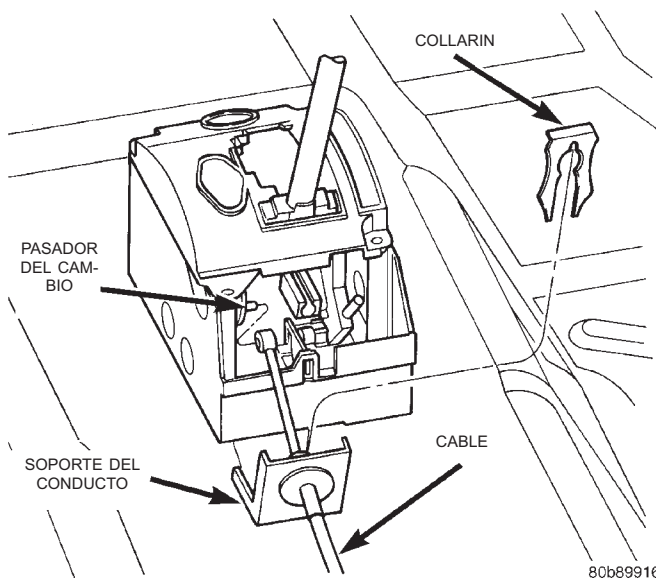

Fig. 15 Cable de la palanca de cambios en el conjunto del cambiador de suelo
(1) Desconecte la batería y aisle el cable.
(2) Retire el tornillo de ajuste del pomo de la palanca de cambios y el pomo.
(3) Retire el conjunto de la consola. Consulte el grupo 23, Carrocería.
(4) Con una alzaprima de hoja plana, retire el extremo del cable del cambiador del pasador del cambio (Fig. 15).
(5) Haga palanca sobre el collarín de retención hacia arriba y afuera para extraerlo del mecanismo de cambios. Retire el cable de la palanca de cambios del mecanismo de cambios (Fig. 15).
(2) Instale el cable de la palanca de cambios en el soporte del conducto y en el pasador del cambio. Instale el collarín de retención (Fig. 15).